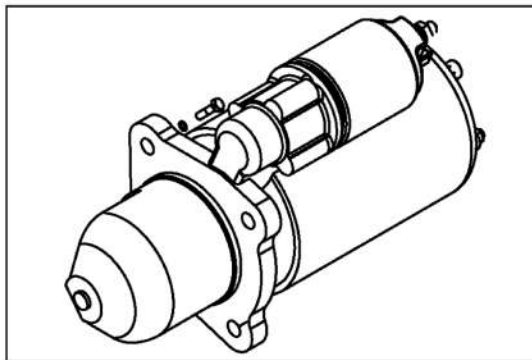

Рис. 5-31
Стартерный двигатель (Рис. 5-31)
Тщательно чистить стартерный двигатель и в частности проверять щетки и коллектор на износ через каждые 1 000 часов работы или один раз в год (Рис. 5-31).
5.56 Генератор (Рис. 5-31)